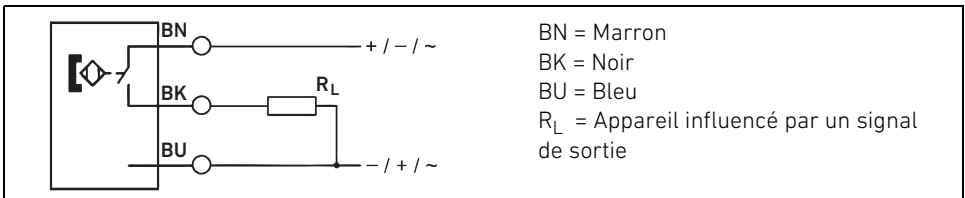

Fig. 8: Raccordement du capteur
5. Raccorder les capteurs conformément à la Fig. 8.
3. Positionner le capteur sur le support de capteurs et le raccorder conformément à la Fig. 8, à la page 73.
4. Corriger la position du capteur en cas de besoin en desserrant légèrement la vis de fixation du support de capteurs (2). Serrer la vis à fond dès que le support a atteint la position souhaitée.